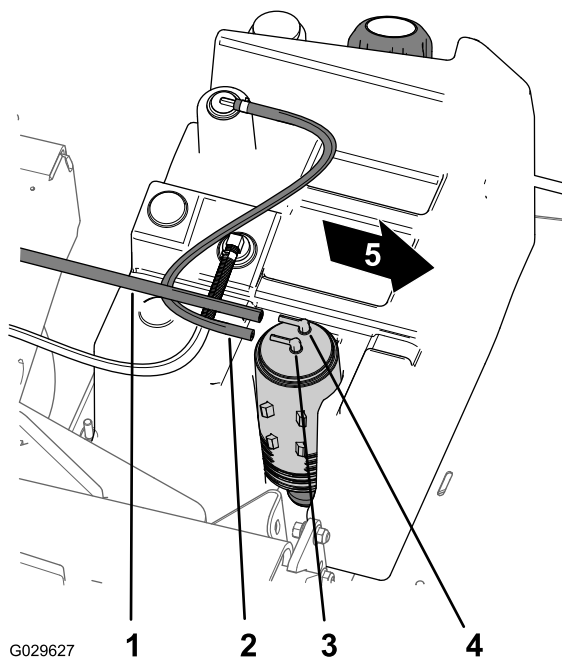

Figura 46
2. Retire o tubo do dep 1/2 sito de combust 1/2 vel da un 1/2 no recipiente de carbono assinalada Combust 1/2 vel (Figura 46).
1. Retire o tubo de v 1/2 cuo da un 1/2 no recipiente de carbono assinalada Purga (Figura 46).
8. Monte o tubo de ventilação na união no recipiente de carbono assinalada Purga e o tubo do depósito de combustível na união assinalada Depósito de combustível (Figura 46).